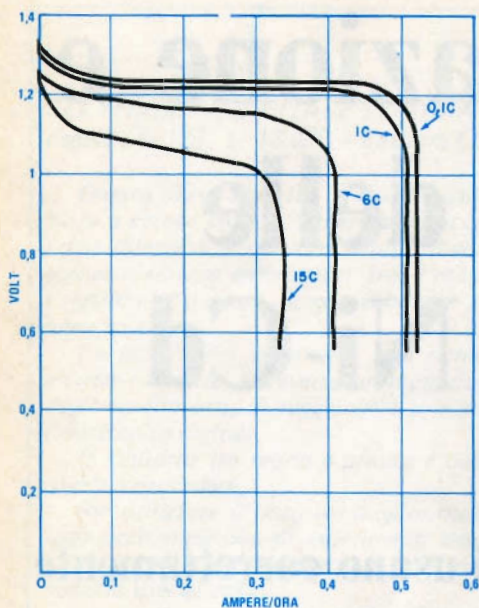

Fig. 1 - Curve caratteristiche di scarica di una batteria AA, valide, in generale, anche per gli altri tipi di batterie al Ni-Cd.
**Caratteristiche della scarica** - Uno degli aspetti piú favorevoli delle batterie al nichel-cadmio è costituito dalle loro caratteristiche eccellenti in fase di scarica. La tensione rimane fissa quasi costantemente al valore di 1,2 V fino al momento in cui la batteria non è quasi completamente scarica, dopodiché scende rapidamente. Il comportamento caratteristico durante la scarica di una batteria AA è mostrato in dettaglio mediante la curva illustrata nella *fig. 1*, la quale riporta la tensione in funzione dell'energia erogata in AH in corrispondenza di diversi valori della corrente di scarica. Sebbene le curve caratteristiche disegnate siano quelle di una tipica batteria AA, esse sono valide in generale per evidenziare le caratteristiche delle curve di scarica di tutte le batterie al nichel-cadmio sigillate.